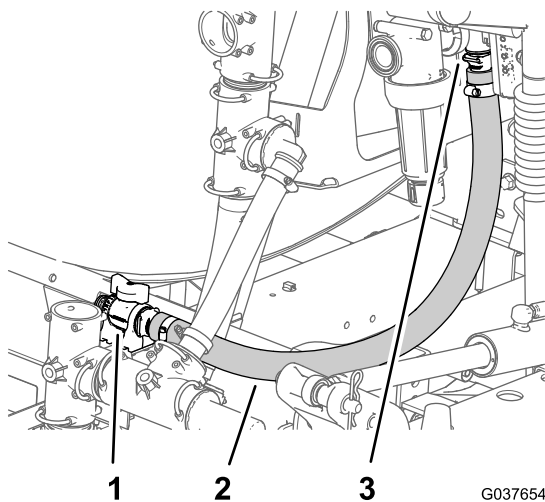

Figura 55
- Disponete il flessibile alla valvola di accelerazione dell'agitatore (Figura 55).